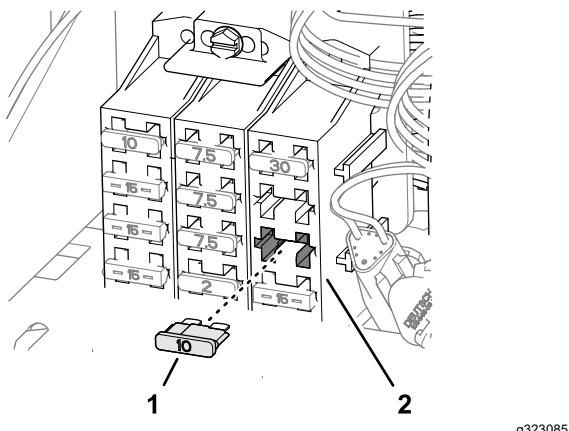

Figura 145
8. Insira o fusível (10 A) na tomada da caixa de fusíveis (Figura 145) para o circuito de alimentação opcional que utilizou no passo 5.